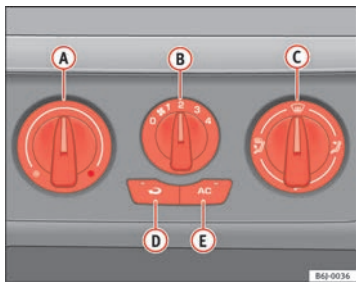

Abb. 87 In der Instrumententafel: Bedienelemente der Heizung
- Drehen Sie den Temperaturregler ⇒ Abb. 87 **A** nach links.
- Drehen Sie den Temperaturregler ⇒ Abb. 87 **A** nach rechts, bis die gewünschte Heizleistung erreicht ist.
- Drehen Sie den Temperaturregler ⇒ Abb. 87 **A** ganz nach rechts auf die höchste Heizleistung.
- Drehen Sie den Temperaturregler ⇒ Seite 125, Abb. 87 (A) in den Heizbereich.
- Drehen Sie den Gebläseschalter (B) in die Gebläsestufen 2 - 3.
- Düsen (3) schließen.
- Öffnen Sie die Düsen (4) und richten Sie sie auf die Seitenfenster.